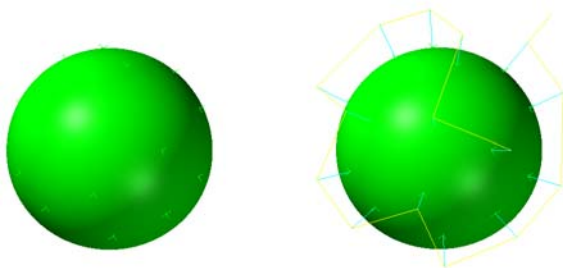

图 11-44 操作题 2
5. 对图 11-44 所示的图形选用合适的多轴加工方法加工，生成刀具路径。